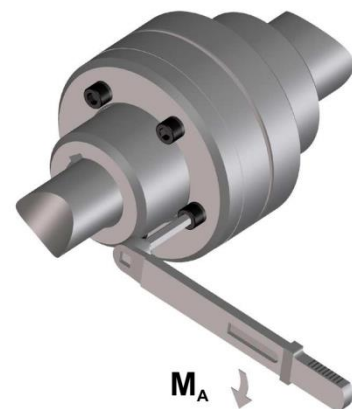

Figura 15
- ☐ Antes de la puesta en marcha, compruebe el par de apriete M_A de los tornillos según la Tabla 8 (Figura 15).
- ☐ Apriete los tornillos con el par de apriete M_A prescrito en la Tabla 8 (Figura 15).